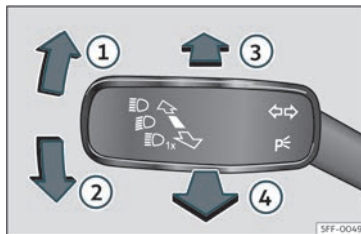

Fig. 90 Manípulo dos indicadores de mudança de direção e dos máximos.
- A partir da posição base, pressione para a frente o manípulo dos indicadores de mudança de direção e de máximos>>> **Fig. 90** »
③. Quando aparece a luz  no ecrã do painel de instrumentos, o assistente de máximos está ligado.
• **OU:** com a luz de máximos ligada, puxe para trás o manípulo dos indicadores de mudança de direção e de máximos»» **Fig. 90**
④.